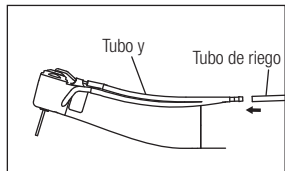

Fig. 9
- 2) Conecte el tubo de riego al conector Y firmemente. (Fig. 9)